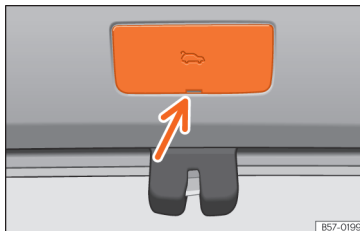
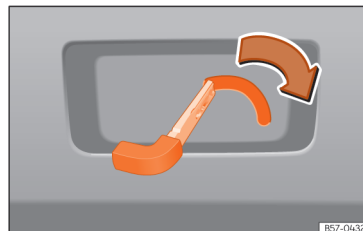

Fig. 90 Pormenor da bagageira: acesso à destrancagem de emergência.
Fig. 91 Pormenor da bagageira: destrancagem de emergência.
- Retire a cobertura fazendo alavanca com a chave de emergência »» **Fig. 90**.
- Introduza a chave de emergência na ranhura e desloque-a no sentido da seta até que a fechadura desbloqueie »» **Fig. 90**,»» **Fig. 91**.